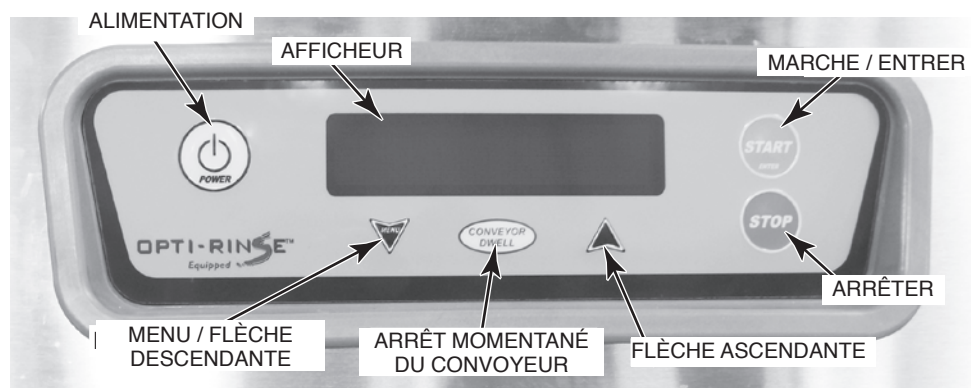

Fig. 28
Le poste de commande est monté sur le dessus de l'appareil. Le clavier et l'afficheur sont situés à l'avant du poste de commande (Fig. 28).
Fermer toutes les portes. Pour démarrer le remplissage quand l'appareil est prêt, appuyer sur la touche ALIMENTATION [POWER] (Fig. 28).
5. Appuyer sur la touche ALIMENTATION [POWER] (Fig. 28). Le lave-vaisselle se remplit automatiquement (voir Remplissage du lave-vaisselle ci-haut). Une fois la cuve remplie, le brûleur s'allume si le chauffage est requis. Le système d'allumage prévoit une période de prépurge de 15 secondes avant d'effectuer l'allumage.
6. Si l'appareil ne fonctionne pas, appuyer sur la touche ALIMENTATION [POWER] (Fig. 28) et fermer le robinet du gaz. Communiquer avec le Service de l'entretien Hobart le plus près ou avec le fournisseur de gaz.
Lorsque le lave-vaisselle est rempli, faire démarrer les pompes en appuyant sur la touche MARCHE/SAISIR [START/ENTER] (Fig. 28) ou en insérant un panier dans l'appareil.
Le dispositif d'arrêt momentané du convoyeur (standard) permet à l'utilisateur d'immobiliser le convoyeur de façon à laver plus longtemps la vaisselle très souillée. Lorsque le panier atteint la zone de lavage, appuyer sur la touche ARRÊT MOMENTANÉ DU CONVOYEUR [CONVEYOR DWELL] sur le clavier (Fig. 28) pour arrêter le convoyeur momentanément. Pour le redémarrer, appuyer sur la touche MARCHE /SAISIR ou de nouveau sur ARRÊT MOMENTANÉ DU CONVOYEUR
Un mécanisme contre les surcharges permet l'arrêt du moteur du convoyeur en cas de blocage des paniers ou de charges excessives et l'afficheur indique 'Dégager le convoyeur'. Ouvrir les portes et dégager le blocage puis refermer les portes et appuyer sur la touche MARCHE / SAISIR pour remettre l'appareil en marche (Fig. 28).
Quand le lave-vaisselle fonctionne, toutes les températures apparaissent sur l'afficheur (Fig. 28). L'afficheur indique - - - pour la température de rinçage jusqu'à ce qu'un panier soit dans la zone de rinçage; alors la température de rinçage est affichée. Une fois la vaisselle sortie de la zone de rinçage, l'affichage de la température de rinçage final revient à - - -.
Conçue pour économiser l'électricité, la minuterie entame un compte à rebours si aucun panier n'est introduit dans le lave-vaisselle, qui, une fois terminé, entraîne l'arrêt des moteurs des pompes et du convoyeur. Le chauffage se poursuit dans les cuves et les températures sont affichées à l'écran. Pour reprendre le fonctionnement normal du lave-vaisselle, y insérer un panier ou appuyer sur la touche MARCHE / SAISIR (Fig. 28).
À la suite d'une période d'inactivité de l'appareil, les commandes entrent en mode Éconergie (MEE) : Tous les composants du lave-vaisselle s'éteignent et l'afficheur s'assombrit et indique 'Éconergie activée / Appuyer sur ARRÊT pour sortir'. Pour sortir du mode Éconergie, appuyer sur la touche ARRÊT (Fig. 28). Vous pouvez appuyer sur la touche ALIMENTATION pour éteindre complètement l'appareil. La période d'inactivité qui précède le mode Éconergie est préréglée à 2 heures en usine et peut être réglée entre 1 et 6 heures à l'aide du menu Paramètres (voir page 34).
Directives de détartrage : Suivre les directives figurant sur le contenant de produit de détartrage. Mettre le lave-vaisselle sous tension et faire fonctionner les pompes pendant le détartrage. Il n'est pas nécessaire de faire fonctionner le convoyeur. Arrêter le moteur du convoyeur et le convoyeur en appuyant sur la touche ARRÊT MOMENTANÉ DU CONVOYEUR (Fig. 28).